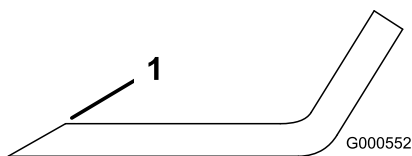

Figure 66
1. Au moyen d'une lime, aiguissez les tranchants aux deux extrémités de la lame (Figure 66).
Remarque: Si la lame est déséquilibrée, limez un peu l'extrémité de l'ailette seulement (Figure 66).